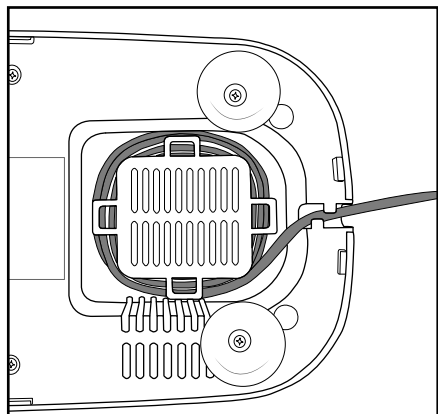

Fig. 3: avvolgicavo
- Avvolgere il cavo di alimentazione ④ intorno all'avvolgicavo del lato inferiore dell'apparecchio (fig. 3):